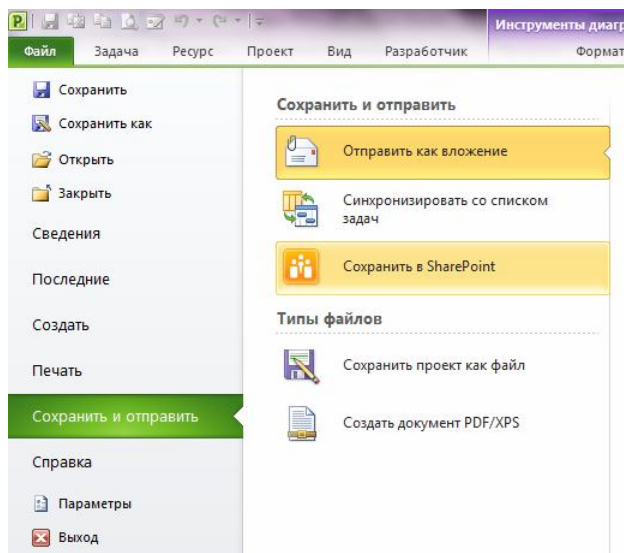

Рисунок 3.2 Сохранение файла в SharePoint (PRO)
5. Сохранение файла в SharePoint (PRO) - совместная работа над файлом Project при его сохранении в Microsoft® SharePoint® Foundation 2010, Рисунок 3.2.